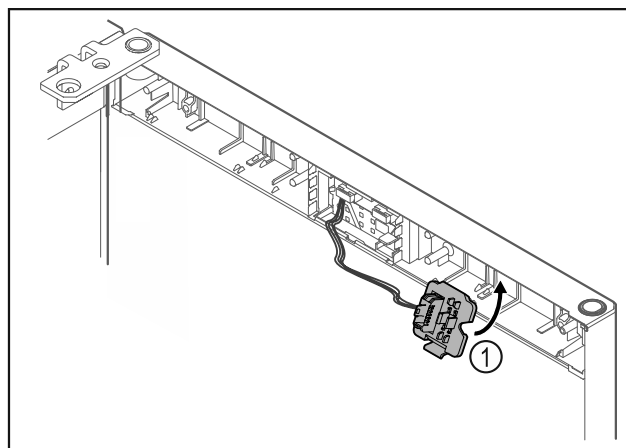

Fig. 19
- ▶ Zatrzasnąć uchwyt wtyczki Fig. 19 (1) po przeciwnej stronie.